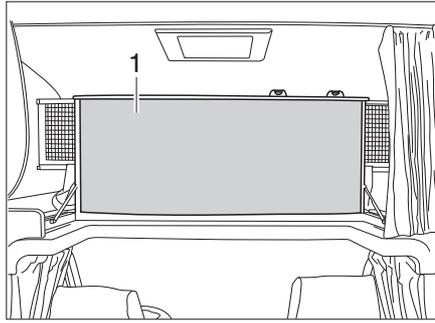

Bild 110 Alkovenbett, nach oben geklappt
- Alkovenbett (Bild 110,1) vorn nach oben klappen. Das Alkovenbett wird von Gasdruck-Federn in der oberen Stellung gehalten.